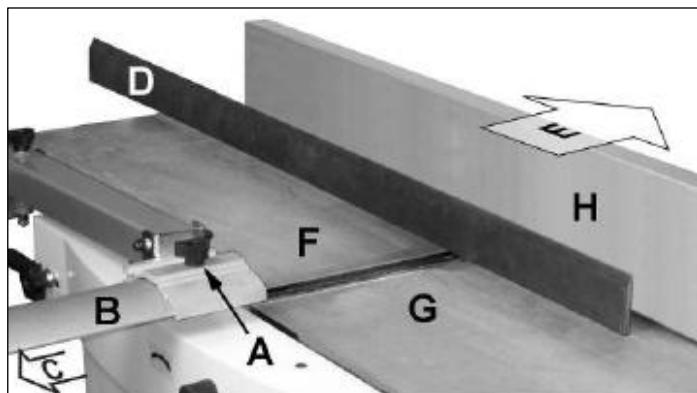

Рисунок 9.
- Ослабьте блокирующую ручку A (рис. 9) и сдвиньте ограждение B по стрелке C.
Снимите ограждение ножевого вала В (рис. 9).
Снимите ограждение В ножевого вала (рис. 9).